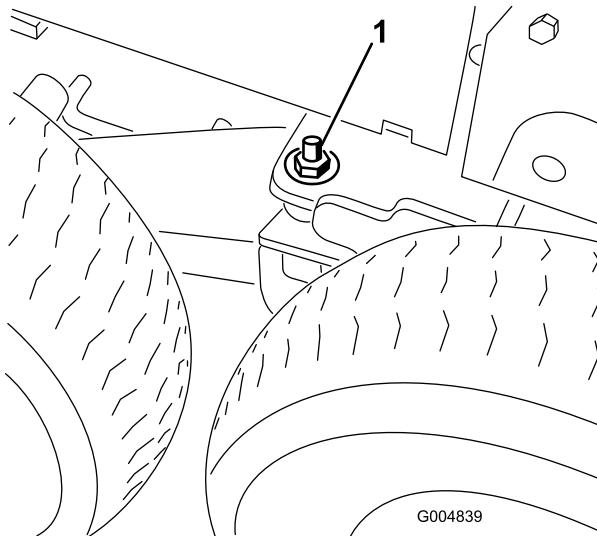

Bild 129
3. Lösen Sie die Sicherungsmutter und Flachscheibe und nehmen sie von der Schweißnaht des Drehgestell-Drehzapfens ab (Bild 129).
7. Befestigen Sie die Flachscheiben (1/2") und Sicherungsmuttern am Bolzen des Drehgestell-Drehzapfens (Bild 129).